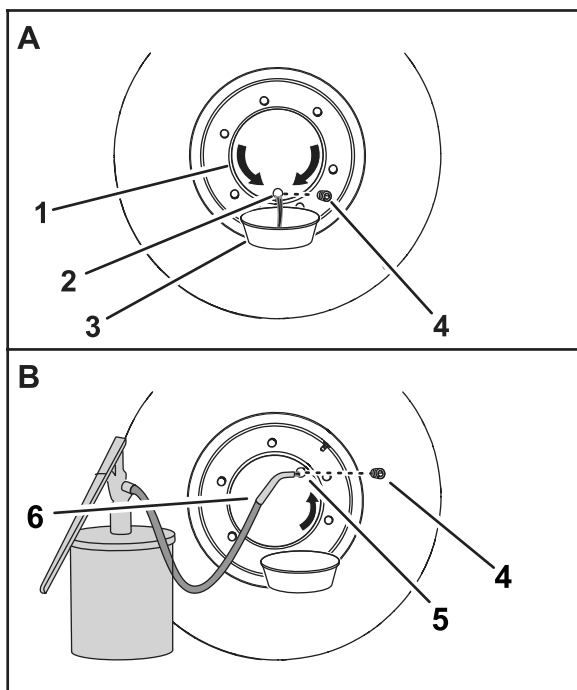

Figura 94
3. Mueva la máquina hacia adelante o hacia atrás hasta que el tapón esté en la posición de las 6 (Figura 94).
- Coloque un recipiente debajo del orificio de aceite del cubo de la rueda (Figura 94).
- Retire el tapón y drene el aceite del planetario (Figura 94).
- Mueva la máquina hacia adelante o hacia atrás hasta que el tapón esté en la posición de las 2 (Figura 94) o las 10.